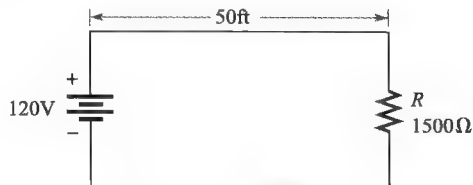

图 2-69 习题 37 图
37. 120V 电源经两段长导线连接 1500Ω 阻性负载, 如图 2-69 所示。电压源距负载 50ft, 如果要求两段导线的总电阻不超过 6Ω, 利用表 2-3 确定最细导线的规格号。